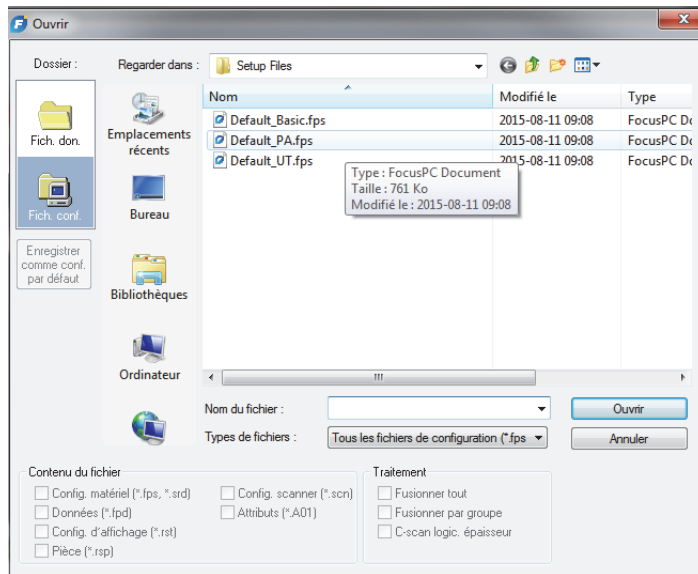

Figure 4-1 Boîte de dialogue Ouvrir
2. Dans la boîte de dialogue **Ouvrir** qui apparaît, faites ce qui suit (Figure 4-1 à la page 104) :